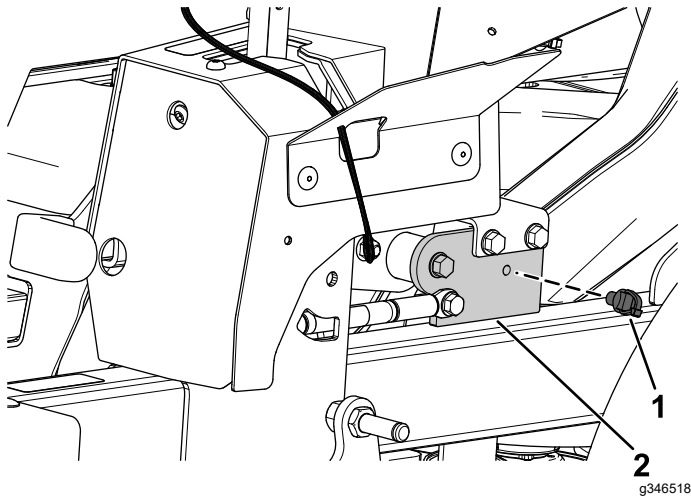

図 12
1. 駐車ブレーキレバー用ブラケットに前側押し込みファスナーを取り付ける 図 12。